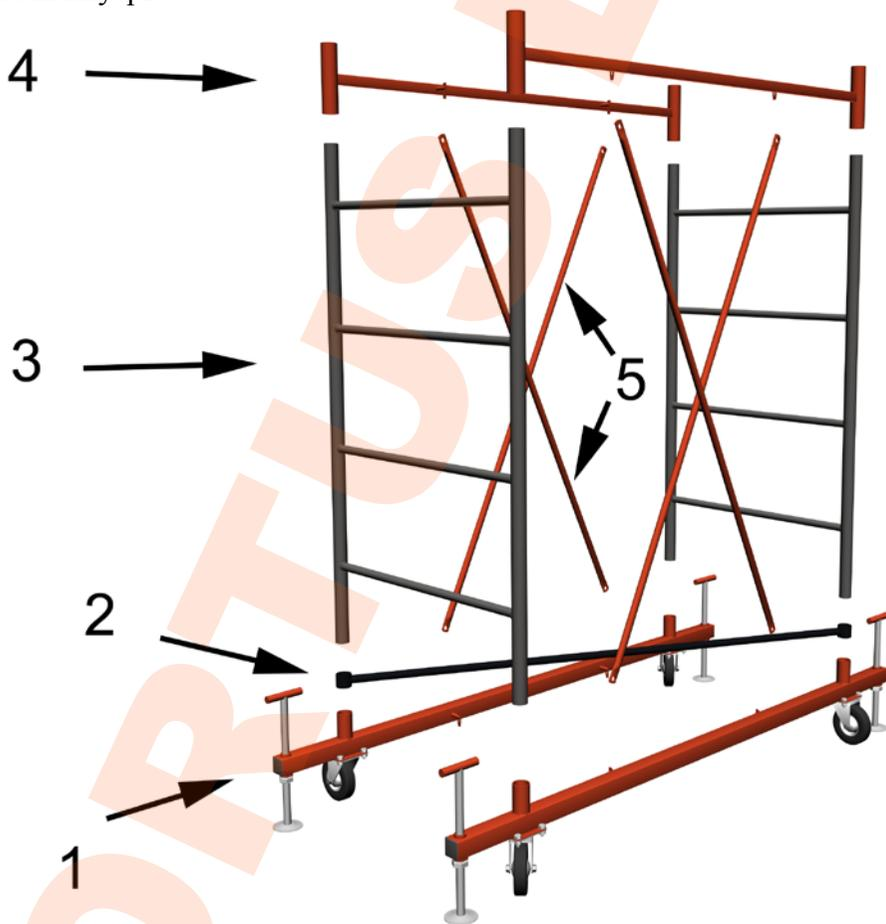

рис.1
4.2. Установить базы (1) параллельно друг другу (рис.1).